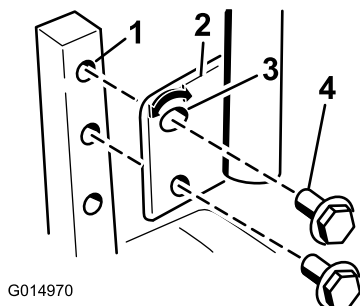

Figure 23
1. Retirez les 2 boulons qui fixent le levier de commande à l'arbre du bras de commande (Figure 23).
3. Fixez le levier avec les 2 boulons (Figure 23).
2. Desserrez le boulon inférieur jusqu'à ce qu'il soit possible de faire pivoter le levier de commande en avant ou en arrière (Figure 23).